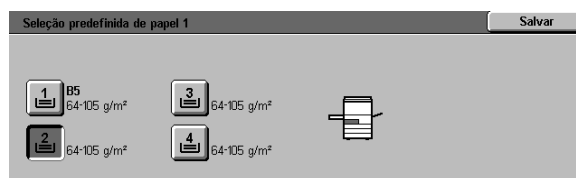

Figura 44: tela Bandeja predefinida
- Se tiver selecionado uma opção de Seleção de papel predefinida, toque no ícone da bandeja desejada na tela Seleção de papel predefinida (Figura 44).